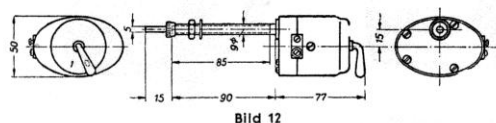

Bild 12
Die Lagerplatte mit der Achslagerbuchse wird vom Wischmotorengehäuse abgeschraubt. Entsprechend der Dicke der Befestigungswand werden Achslagerbuchse und Wischmotoren-Achse (jedes Teil für sich) verkürzt (abgesägt). Daran befindliche Späne sowie entstandener Grat sind zu entfernen. Beim Kürzen ist darauf zu achten, daß die abgeschnittene Achslagerbuchse um 15 mm und die Wischmotoren-Achse um 30 mm länger ist als die Dicke der Befestigungswand beträgt (siehe Bild 12).
Die lose mitgelieferte Lagerhülse (Bild 12) wird nur bei einer nötigen Länge über 25 mm verwendet. Sie wird bis zu ihrem Bund in die Achslagerbuchse eingedrückt.
s. S. 196, Bild 12 bis 14